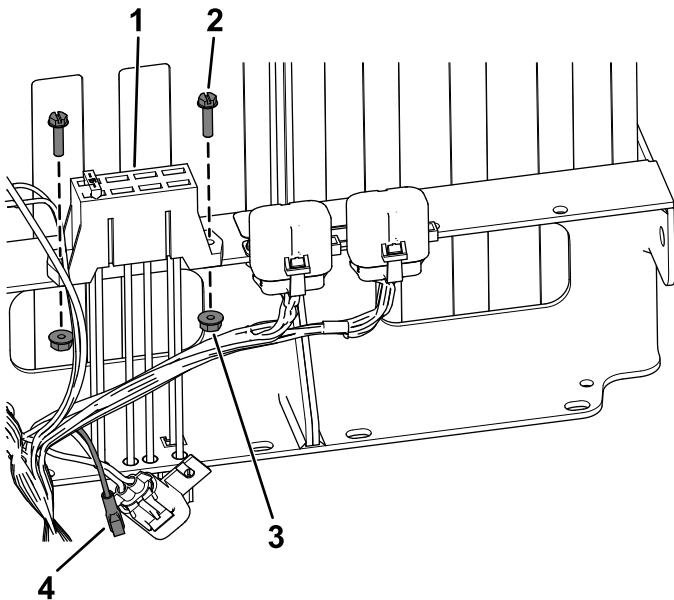

Figure 18
- **Modèles n° de série 403448001 et suivants,** fixez le nouveau porte-fusibles à l'aide des 2 vis à tête hexagonale à embase (n° 10 x $\frac{3}{4}$ po) et 2 écrous crénelés (n° 10), comme montré à la Figure 18.
2. **Modèles n° de série 403448001 et suivants,** branchez le connecteur femelle du faisceau sur le nouveau porte-fusibles (Figure 18).